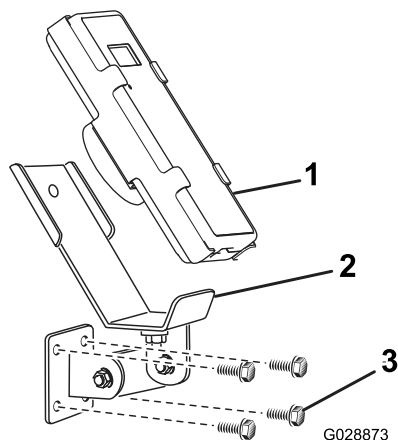
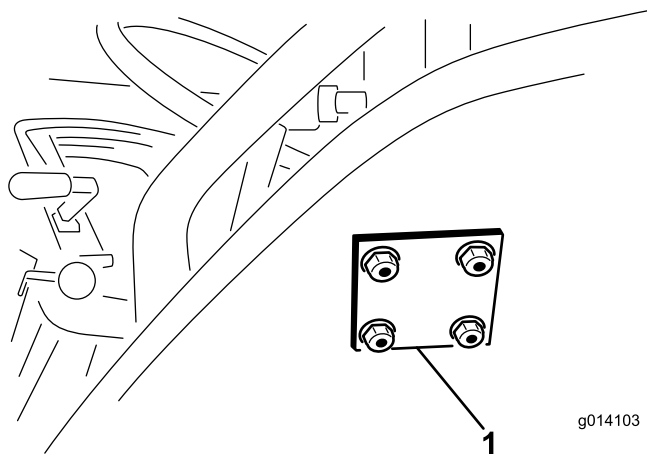

Figure 14
Figure 15
3. Fixez le support et la plaque d'appui avec 4 boulons à embase (5/16" x 1½") et contre-écrous à embase (Figure 14 et Figure 15).